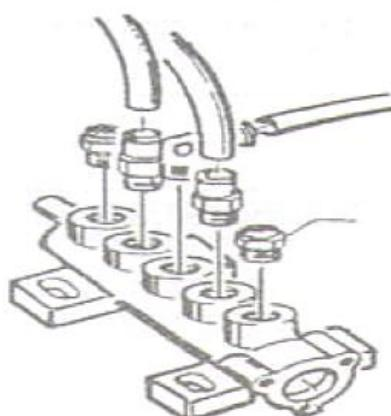

Рис. 11
- f. Для раскрытия/сведения кулачковых зажимов (см. рис. 11) выполнить следующее: